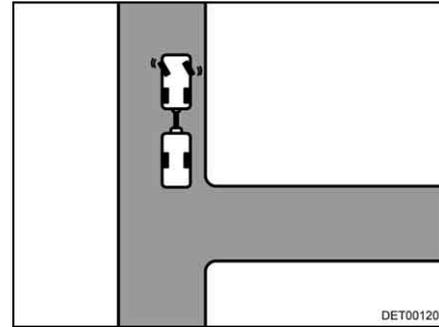

Fig. 13 Girar el volante hacia la izquierda
- Girar el volante hacia la izquierda con la caravana detenida (Fig. 13).